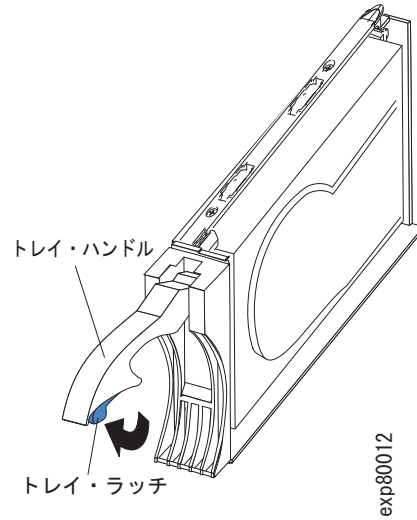

図 82. E-DDM CRU ハンドル
- b. 図 82 に示すように、トレイのハンドルを、開いた位置になるように引き出します。
- a. 155 ページの図 82 に矢印で示されているように、トレイ・ハンドル下部の内側を押して、E-DDM CRU のラッチを解放します。